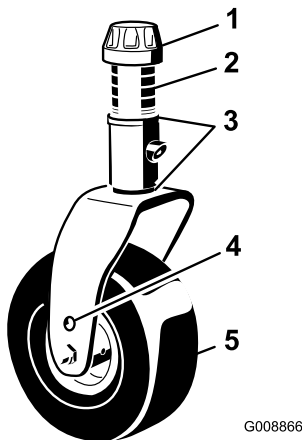

Рисунок 80
- Снимите колпачковую гайку с вала шпинделя и извлеките шпиндель из рычага поворотного колеса (**Рисунок 80**).